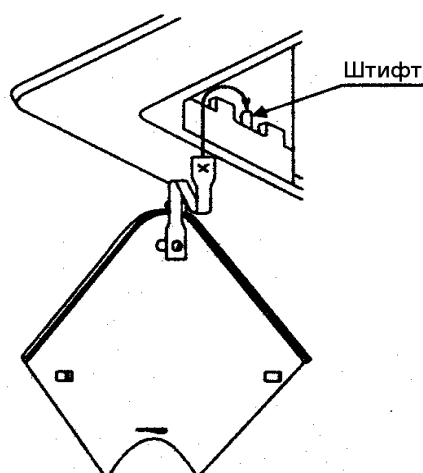

Рис. 8
- Закрепите ремешок сервисной крышки к штифту на декоративной панели как показано на рис.8